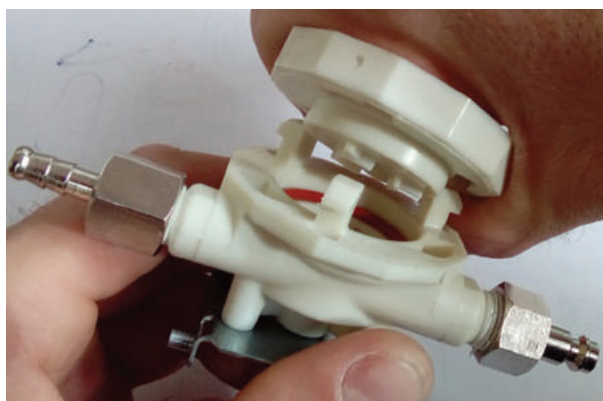
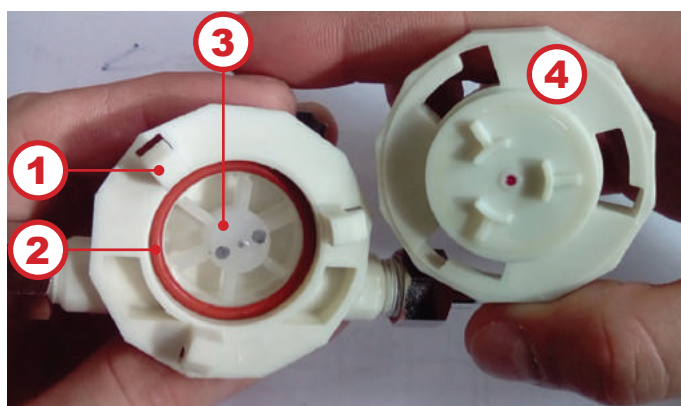

Рисунок 11.9
Рисунок 11.10
6. Поверните крышку расходомера до упора и отнимите от корпуса (см.рис. 11.9 и рис. 11.10).
7. Прочистите внутренние части расходомера (см.рис.11.10)